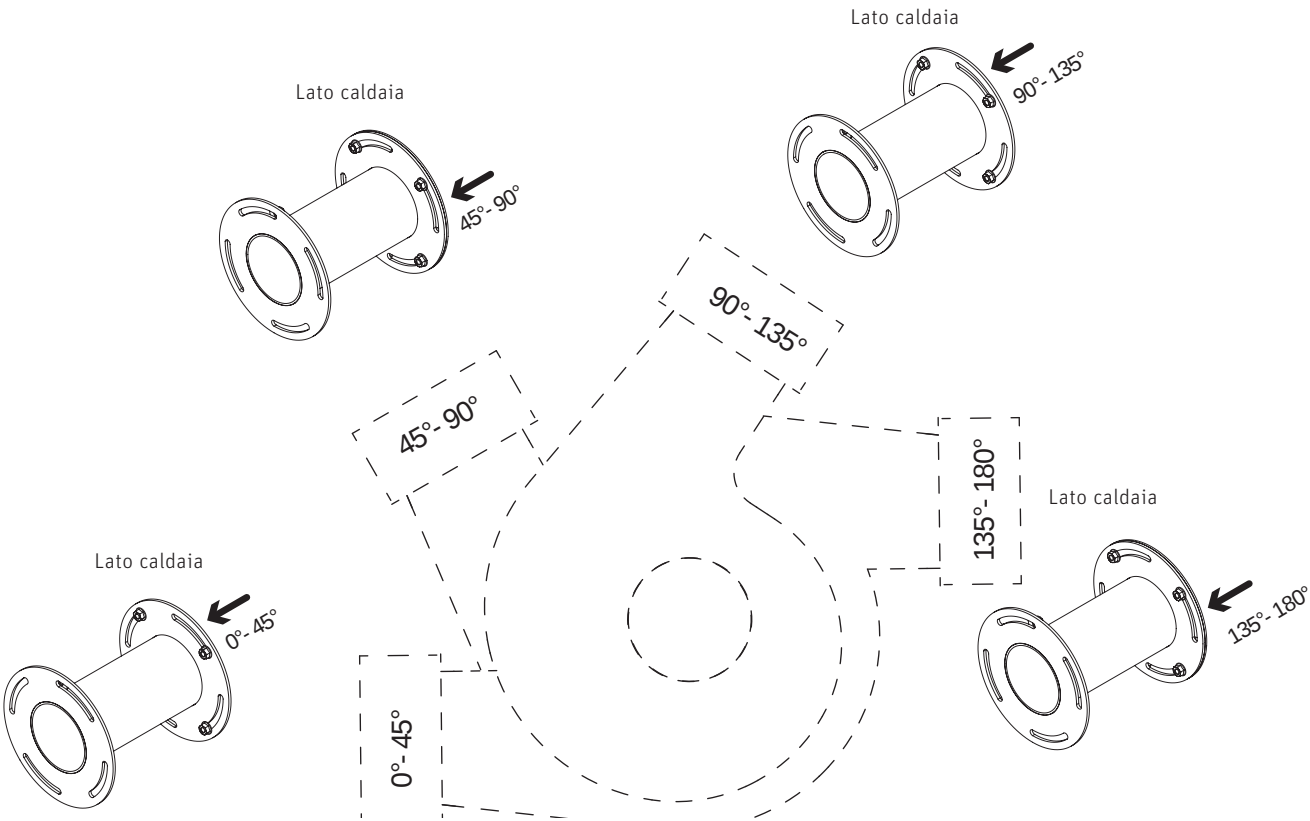
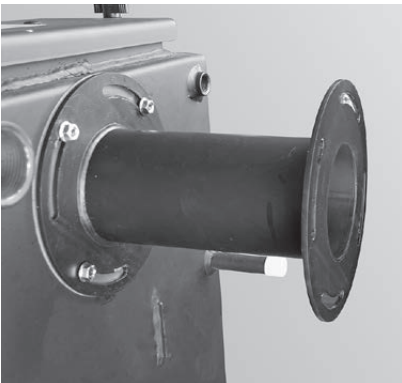

Fig. 26 Montaggio dell'adattatore in base all'angolazione del raccordo gas combusti
Fig. 27 Adattatore sulla caldaia (accessorio)
Con l'adattatore (accessorio) l'alloggiamento del ventilatore viene spostato al di fuori del rivestimento – Fig. 23. Il raccordo gas combusti è regolabile in continuo da sinistra a destra – Fig. 26.
- A seconda dell'angolazione desiderata per il raccordo gas combusti, avvitare saldamente l'adattatore con posizione asola alla caldaia come in Fig. 26 con la guarnizione e 4 dadi M8 – Fig. 27.